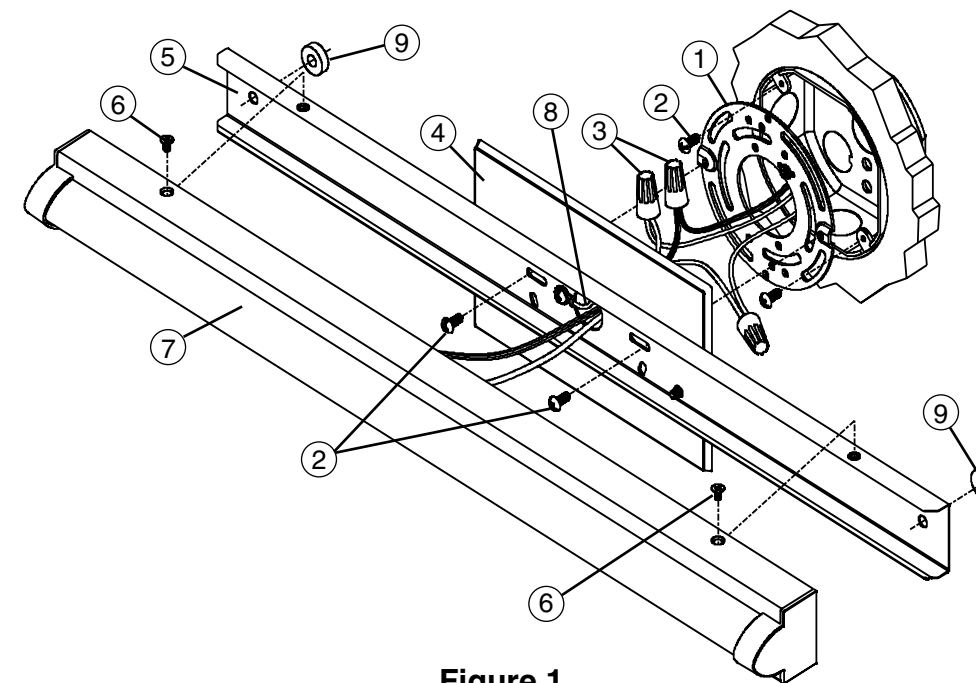
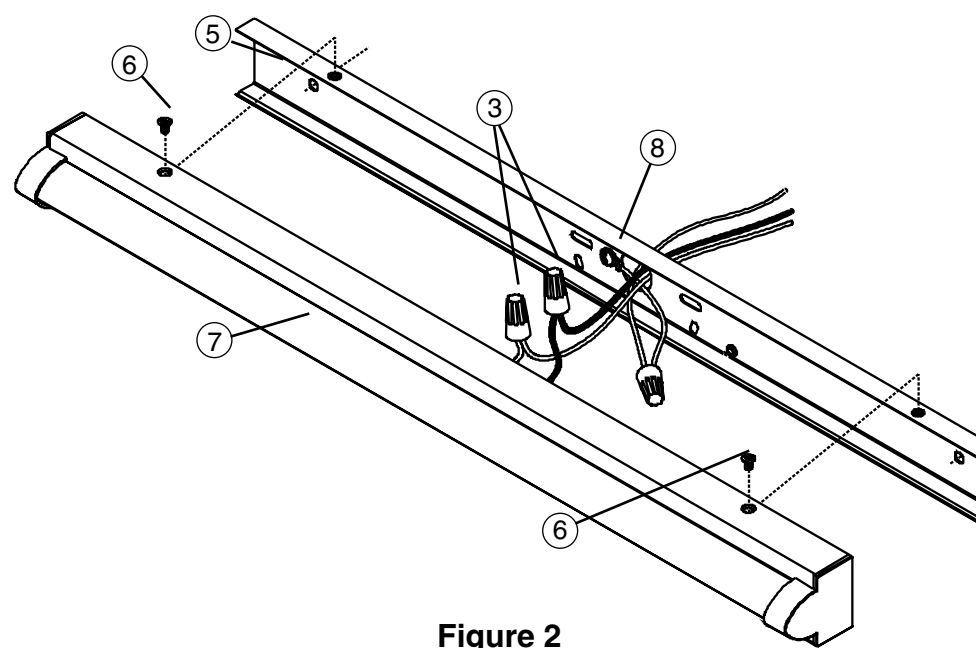
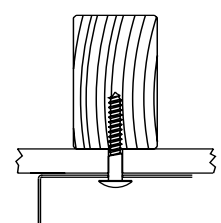
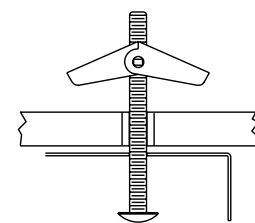

Figure 1
Figure 2
Figure 3
Figure 4
2. Retirer les deux vis (6) des côtés du boîtier (7) et le séparer de la plaque arrière (5).
3. Couper l'alimentation au niveau du disjoncteur et passer les câbles d'alimentation au centre de la plaque de montage (1). Le luminaire convient aux installations au mur ou au plafond. Il est possible de connecter les câbles dans le boîtier et le luminaire peut être installé sans pavillon (4) si le boîtier de raccordement n'est pas disponible et si les règlements locaux le permettent. Pour installer le luminaire sans le pavillon (4), voir l'étape 4b.
4a. Attacher la plaque de montage (1) au boîtier de raccordement en utilisant les vis de 1/2 po (2) pour que deux trous filetés s'alignent avec les trous de la plaque arrière (5) pour une installation verticale ou horizontale. Voir la figure 1.
6a. Si la perceuse atteint un clou ou une solive de plafond, utiliser des vis à bois (non incluses) et des supports d'espacement (9) pour sécuriser l'assemblage de plaque arrière (5) après avoir terminé les raccordements centraux. Voir la figure 3.
Si la perceuse n'atteint pas de clou ou de solive de plafond, agrandir les trous de manière à pouvoir y insérer un boulon (non inclus). Installer le boulon dans la plaque arrière (5), un support d'espacement puis les vis avant d'effectuer les raccordements centraux. Voir la figure 4.
8a. Utiliser les capuchons de connexion (3) pour connecter le fil de mise à la terre vert (9) au fil de de mise à la terre cuivre nu, puis relier le câble du luminaire noir au câble d'alimentation noir et le câble du luminaire blanc au câble d'alimentation blanc. Repousser soigneusement en place les fil connectés dans le boîtier de raccordement. Voir la figure 2.
10a. Installer deux vis de 1/2 po de longueur (2) dans les fentes de la plaque arrière (5) puis dans les trous filetés de la plaque de montage (1). Maintenir le luminaire à niveau, serrer ces vis et les écrous jusqu'à ce que le luminaire soit fixé. Voir la figure 1.
6b. Si la perceuse atteint un clou ou une solive de plafond, utiliser des vis à bois (non incluses) pour fixer la plaque arrière (5) après avoir terminé les raccordements. Voir la figure 3.
Si la perceuse n'atteint pas de clou ou de solive de plafond, agrandir les trous de manière à pouvoir y insérer un boulon (non inclus). Installer le boulon à travers la plaque arrière, puis insérer la vis avant de terminer les raccordements. Jeter les supports d'espacement (9); voir la figure 4
9b. Insérer les vis à bois ou les boulons préinstallés dans les trous de montage déjà percés. Maintenir le luminaire à niveau, serrer les vis ou les boulons jusqu'à ce que le luminaire soit bien fixé. Voir la figure 1.
10b. Utiliser les capuchons de connexion (3) afin de connecter le fil de mise à la terre vert (8) avec le fil de mise à la terre cuivre, puis connecter le câble du luminaire noir au câble d'alimentation noir et le câble du luminaire blanc au câble d'alimentation blanc. Voir la figure 2.
11. Sans pincer les câbles, positionner le boîtier d'assemblage (7) par-dessus la plaque arrière (5) en l'alignant avec les trous de montage. Insérer les vis à tête plate (6) et serrer.
- 4a. Attach Mounting Plate (1) to junction box using 1/2" long screws (2) so that two threaded holes align with slots in the Backplate (5) for horizontal or vertical installation. See Fig. 1.
- 5a. To support longer length fixtures, hold the Backplate (5) against the mounting surface in the desired location and mark the location of the  $\varnothing 1/4$ " outer mounting holes. Drill 1/8"  $\varnothing$  pilot hole at each location.
- 6a. If drill encounters a stud or joist, use wood screw(s) (not supplied) and Spacers (9) to secure the Backplate Assembly (5) after completing wire connections. See Fig. 3.
If drill does not encounter a stud or joist, enlarge the holes to accommodate toggle nuts & bolts (not supplied). Install the bolt(s) through the Backplate (5), a Spacer (9) then the toggle nut before making wire connections. See Fig. 4.
- 7a. Feed the fixture and ground wires through the Canopy (4) and position the Housing (7) and Backplate Assemblies (5) near the junction box.
- 8a. Use Wirenuts (3) to connect the Green Ground Wire (9) to the bare copper ground wire, then connect the black fixture wire to the black power supply wire and the white fixture wire to the white power supply wire. Carefully push the wires back into the Junction Box. See Fig. 2.
- 9a. Separate the Housing (7) and hold the Backplate Assembly (5) against the mounting surface. If using wood screw(s) and Spacers (9) or the pre-installed toggle bolt(s), Spacers (9) and nut(s), insert them into the pre-drilled mounting holes.
- 10a. Install two 1/2" long screws (2) through slots in the Backplate (5) into the threaded holes in the Mounting Plate (1). Hold the fixture level, tighten these screws and the toggle bolts until the fixture is secure. See Fig. 1.
- 4b. If codes permit and there is no junction box, the fixture can be installed without the Canopy (4) by removing the screws holding the Canopy (4) to the Backplate (5) and setting the Canopy (4) aside.
- 5b. Turn the power off at the circuit breaker box. Position the Backplate (5) against the mounting surface, centered over the supply wire entry location. Mark the location of the 1/4"  $\varnothing$  outer mounting holes then drill 1/8"  $\varnothing$  pilot holes at each location.
- 6b. If drill encounters a stud or joist, use wood screw(s) (not supplied) to secure the Backplate (5) after completing wire connections. See Fig. 3.
If drill does not encounter a stud or joist, enlarge the holes to accommodate toggle nut(s) & bolt(s) (not supplied). Install the bolt(s) through the Backplate, then the toggle nut(s) before completing wire connections. Discard Spacers (10) See Fig. 4.
- 7b. Install an appropriate supply wire strain-relief (not supplied) in the 7/8"  $\varnothing$  center hole of the Backplate (5). Provide sufficient clearance in the mounting surface to recess the strain relief.
- 9b. Insert wood screws or the pre-installed toggle nuts and bolts into the previously drilled mounting holes. Hold the fixture level, tighten the screws or toggle bolts until the fixture is secure. See Fig. 1.
- 10b. Use Wirenuts (3) to connect the Green Ground Wire (8) to the bare copper ground wire, then connect the black fixture wire to the black power supply wire and the white fixture wire to the white power supply wire. See Fig. 2.
- 4a. Acople la placa de montaje (1) a la caja de unión con tornillos de 1/2" de largo (2) de modo que dos orificios roscados se alineen con las ranuras de la placa posterior (5) para una instalación horizontal o vertical. Consulte la Fig. 1.
- 5a. Para apoyar los montajes de mayor longitud, sostenga la placa posterior (5) contra la superficie de montaje en el lugar deseado y marque la ubicación de los orificios de montaje de 1/4" de diámetro externo. Perfore un orificio guía de 1/8" de diámetro en cada lugar.
- 6a. Si la broca encuentra un corchete o vigueta, use tornillos de madera (no incluidos) y espaciadores (9) para fijar el conjunto de la placa posterior (5) después de completar las conexiones de cable. Consulte la Fig. 3.